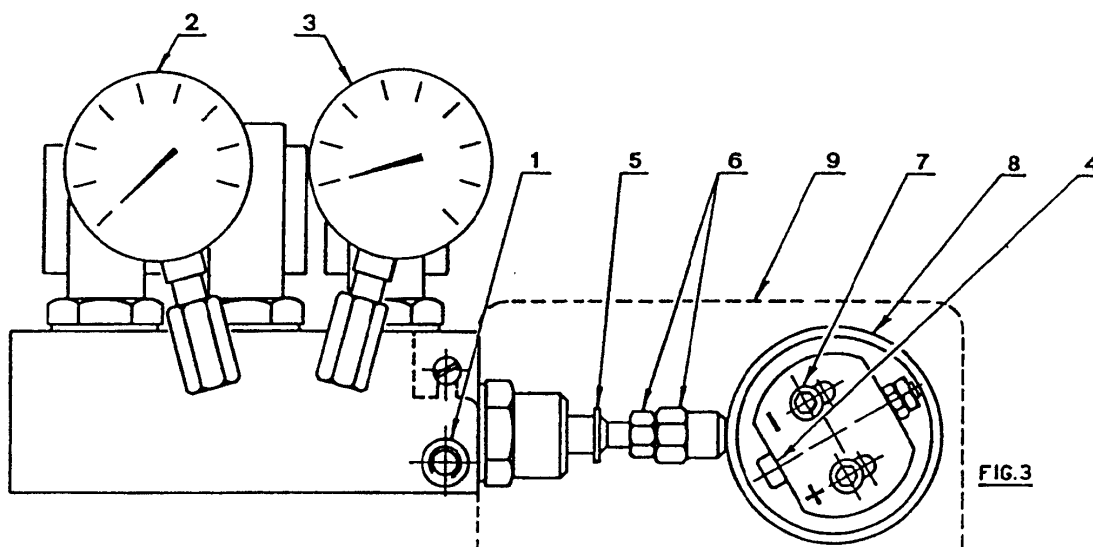

Рис. 3
- Вручную медленно поверните эксцентрик с изменяемым профилем (1) (рисунок 5), который жестко соединен с эксцентриком (8) (рисунок 3) и по манометру (3) (рисунок 3) смотрите, как изменяется давление. Давление и производительность форсунки минимальны, когда серводвигатель находится в положение 20°.
Изменить давление в обратном трубопроводе можно с помощью эксцентрика (8) (рисунок 3) и гайки с контргайкой (6) (рисунок 3).